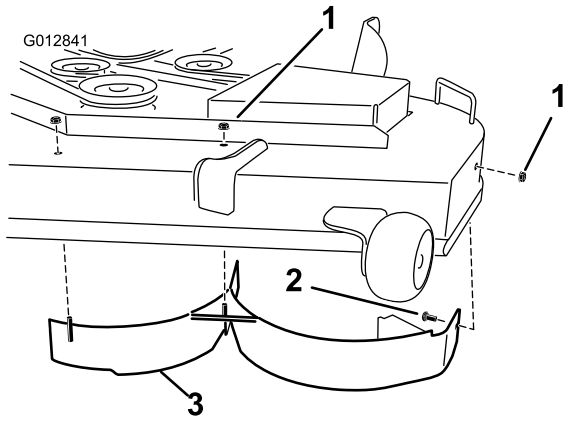

図 14
- 48" デッキナット5/16"3個、キャリッジボルト5/16 x 3/4"で図14のように取り付ける。